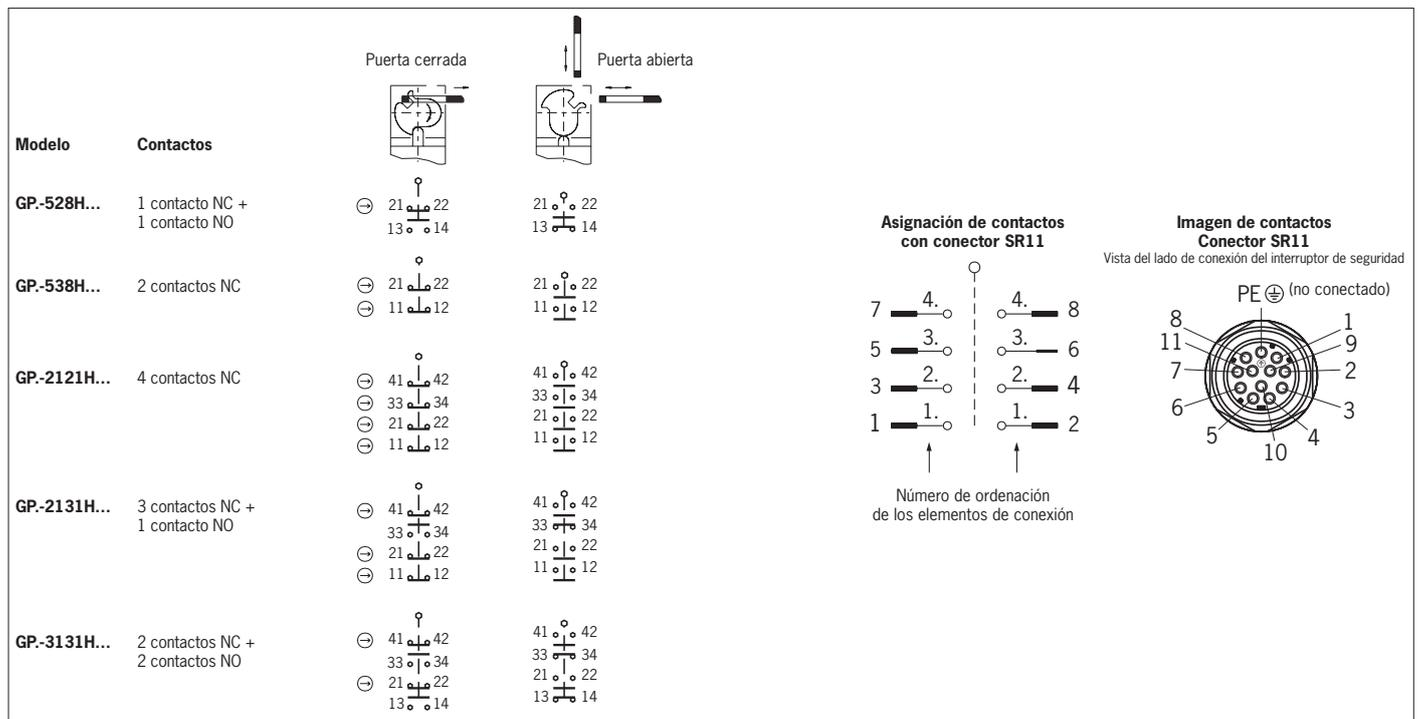

Figura 3: Elementos interruptores y funciones de conmutación
Debe usarse como mínimo un contacto (⊖). Este señala la posición del resguardo (para la asignación de contactos, consulte la Figura 3).
3. Apriete las conexiones y bornes con 0,5 Nm (para la asignación de contactos, consulte la Figura 3).